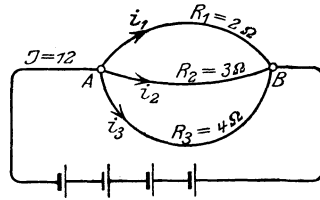

Abb. 11.
76. Ein Strom von 12 [18] (100) A teilt sich im Punkte A (Abb. 11) in drei Zweige, deren Widerstände $R_1 = 2 \Omega$, $R_2 = 3 \Omega$ und $R_3 = 4 \Omega$ sind.